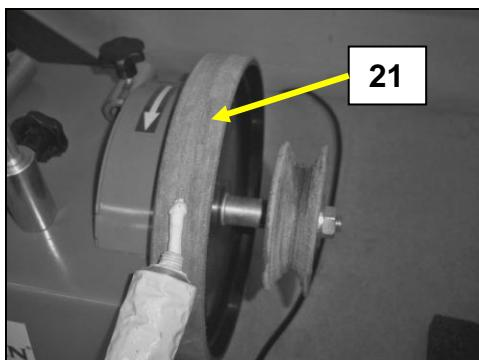

Fig 16
- Imprégnez le disque de démorphilage (21) de pâte à polir sur une longueur d'environ 10 cm (Fig 16).